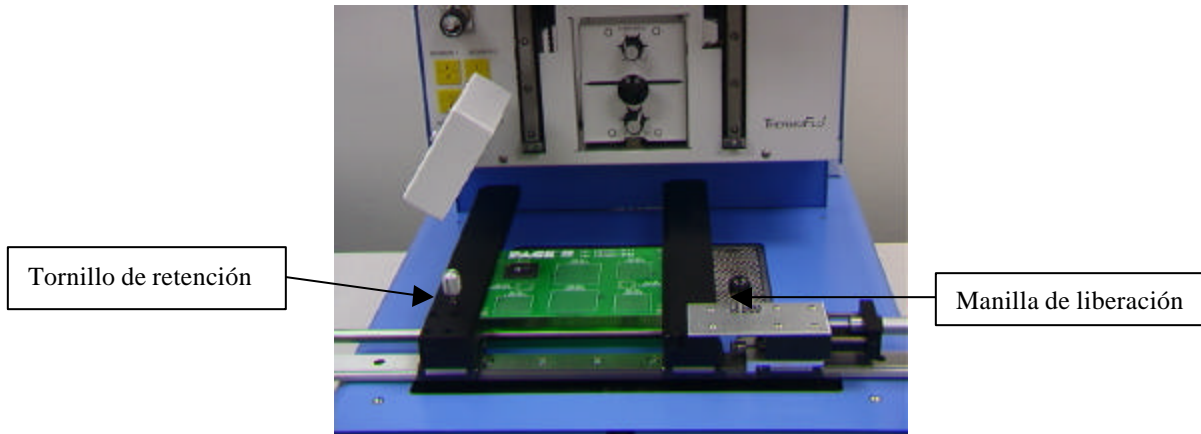

Figura 15
- v. Coloque la PCB entre los brazos del TF 1500 y apriete el tornillo de retención. (Figura 15)